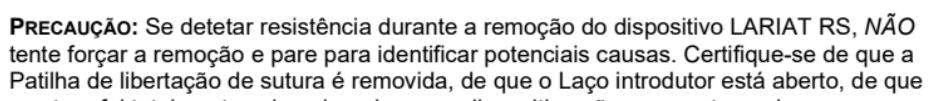

Figura 5 Corte da sutura
20. Corte a sutura em excesso na Patilha de libertação de sutura para permitir a remoção do LARIAT RS. Consulte a Figura 5.